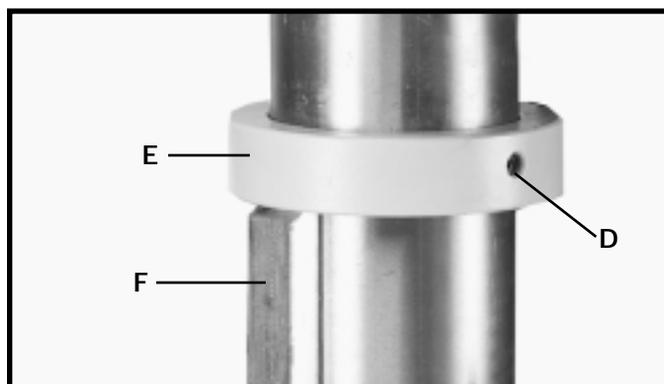

Fig. 9
5. Remontez, sur la colonne, la bague (E) fig. 9 retirée à l'ÉTAPE 1. **IMPORTANT** : Le bas de la bague (E) **NE DOIT PAS** reposer fermement sur le haut de la crémaillère (F). **ASSUREZ-VOUS** que le haut de la crémaillère (F) se trouve sous le bas de la bague (E) et qu'il existe suffisamment de jeu pour permettre à la crémaillère (F) de se déplacer autour de la colonne. **SERREZ ENSUITE LA VIS DE PRESSION (D) SANS LA SERRER TROP FORT.**